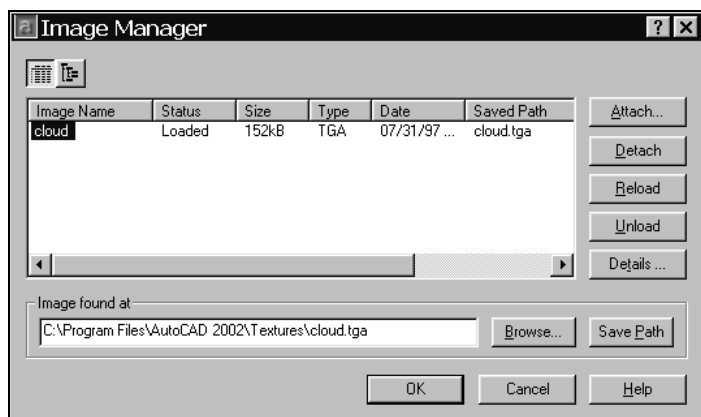

Рис. 11.3. Диалоговое окно **Image Manager**
2. В диалоговом окне **Image Manager** (Диспетчер растровых изображений) (рис. 11.3) выделить имя изображения и нажать кнопку **Unload** (Выгрузить) или **Reload** (Обновить) для временной выгрузки или последующего восстановления обновленного рисунка на чертеже. Столбец **Saved Path** (Сохраненный путь) указывает путь, по которому AutoCAD ищет рисунок при открытии чертежа. В этом случае просматривается папка, в которой сохранен чертеж. В поле **Image found at** (Изображение найдено в) этого диалогового окна указывается действительное положение файла на данном компьютере. При копировании файла на другой компьютер сохраненный путь остается неизменным, а содержание поля **Image found at**
2. В диалоговом окне **Image Manager** (Диспетчер растровых изображений) (рис. 11.3) выделить имя изображения и нажать кнопку **Delete** (Удалить) для удаления отмеченного растрового изображения.